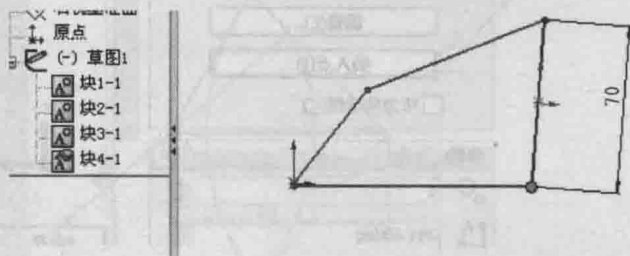

图 1-32 块 4-1 直线
(3) 再利用  绘制直线，直线的一端点在坐标原点（即和块 1-1 的直线端点重合），长度为 40mm，重复 (2) 的直线制作块的过程，直到把 40mm 直线变成“块 2-1”。
(4) 再利用  绘制直线，直线的一端点和“块 2-1”直线的另一个端点重合；长度为 80mm，重复 (2) 的直线制作块的过程，把这一直线变成“块 3-1”。
(5) 最后用直线把“块 3-1”的非重合端点和“块 1-1”右侧的端点相连，改变“块 3-1”的角度，使这一直线变成长度为 70mm，如图 1-32 所示，同时制作成“块 4-1”。